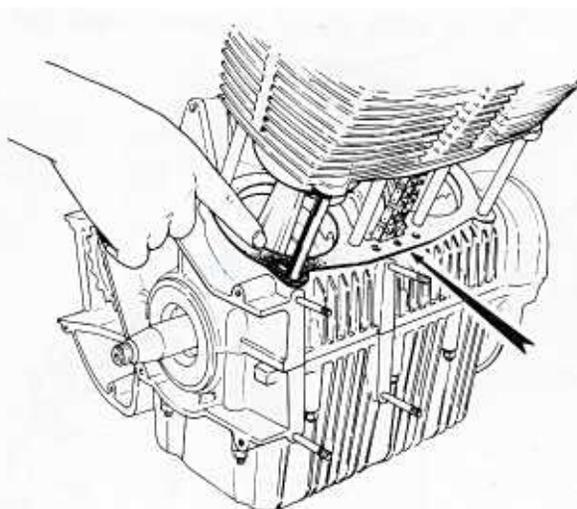
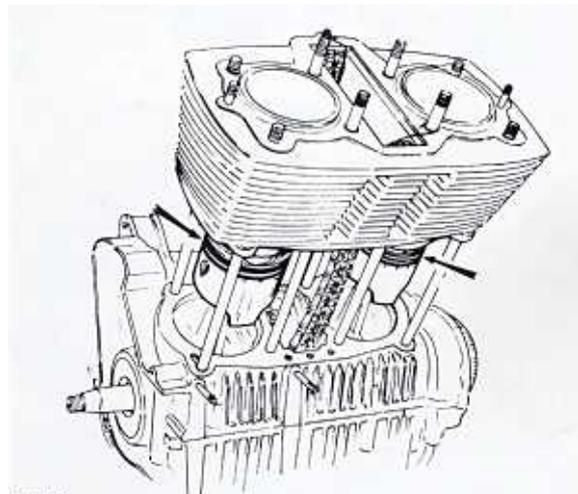

Bild 105
Bild 112
- Der Einbau des Zylinderblocks erfolgt an beiden Motoren in umgekehrter Ausbaureihenfolge. Zum Einführen der Kolben müssen unbedingt Kolbenringspannbänder benutzt werden. Die Zylinderfussdichtung kann nur auf eine Art aufgelegt werden (Bild 105,106). Vor dem Auflegen müssen beide Seiten der Dichtung leicht eingefettet werden. An den neueren Dreizylindern den O-Ring in der Kurbelgehäusedichtfläche nicht vergessen. Die Dichtung von Motoren mit Ölkühler ist etwas verschieden von jener der übrigen Motoren. Dichtmasse sollte nicht nötig sein. Der Einbau wird erleichtert, wenn man jeden Kolben auf zwei Holzleisten abstützt, die den Kolben in aufrechter Stellung halten; dann stellt man den Zylinderblock auf eine dickere Holzunterlage auf dem Kurbelgehäuse ab, so dass die Enden der Steuerkette durch den Kettenschacht eingeführt werden können (Bild 112). Vor dem Einführen der Kolben sind die Zylinderflächen reichlich mit Motoröl zu schmieren, damit die Kolbenringe möglichst leicht gleiten. Die Stellung der Kolbenringe ist zu prüfen (Kapitel 2.5). Die Kurbelwelle drehen und prüfen, ob sich die Kolben leicht bewegen. In der Mitte des Zylinderblocks des Zweizylindermotors muss das Dämpferrad der Steuerkette eingesetzt sein, zusammen mit den beiden Anlaufscheiben. Die Achse muss gut geölt und sicher befestigt sein. An der Vorderseite des Zylinderblocks des Dreizylindermotors sitzt die Dämpferschiene der Steuerkette. Sie wird oben und unten eingehängt und muss vor dem Aufsetzen des Zylinderblocks eingebaut werden (Bild 100).